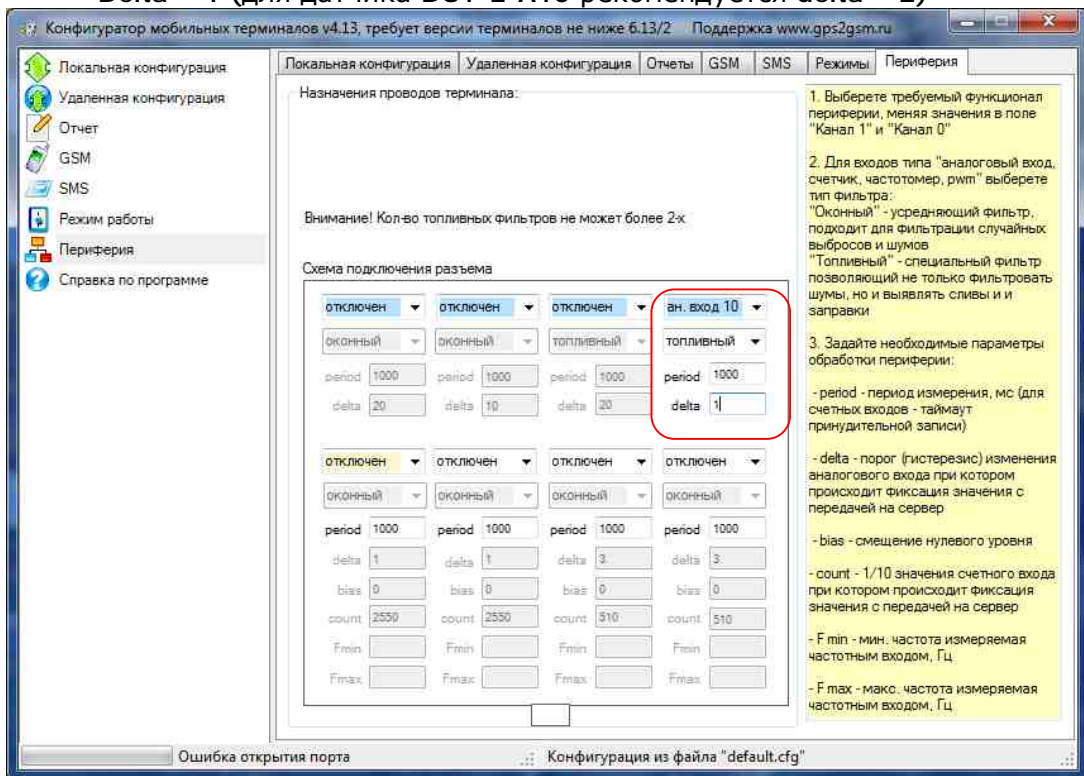

Рисунок 1
3.2. Во вкладке периферия для входа AiO устанавливаются настройки (Рис.1):